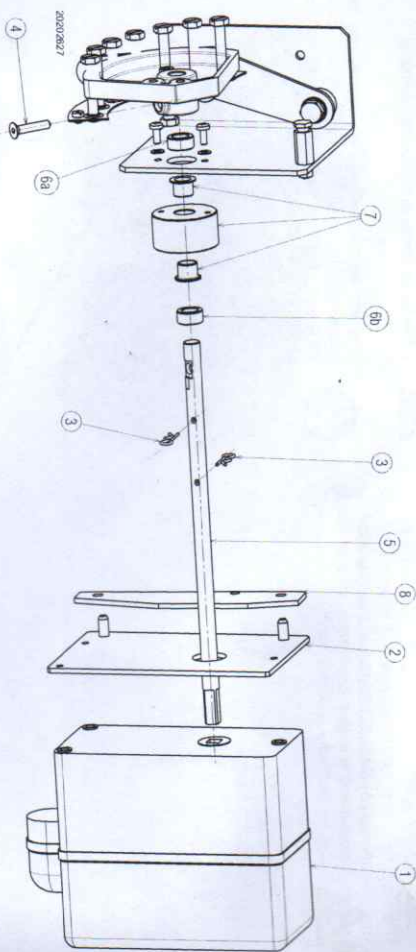

Fig. 1
- Desmontar mecánicamente el servomotor 1)(Fig. 1):